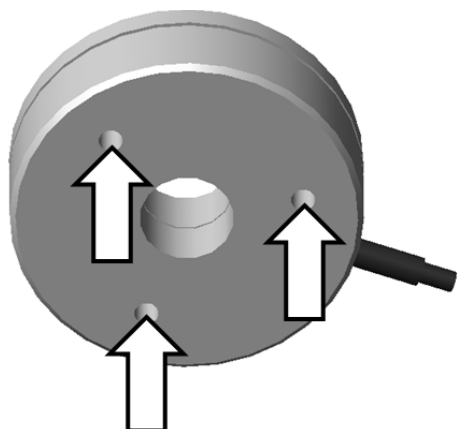

Abb. 2: Montagebohrungen im Grundkörper des S-303
1. Richten Sie den S-303 so aus, dass sich die Montagebohrungen im Grundkörper (siehe Abb. 2) mit den entsprechenden Bohrungen in der Oberfläche überdecken.